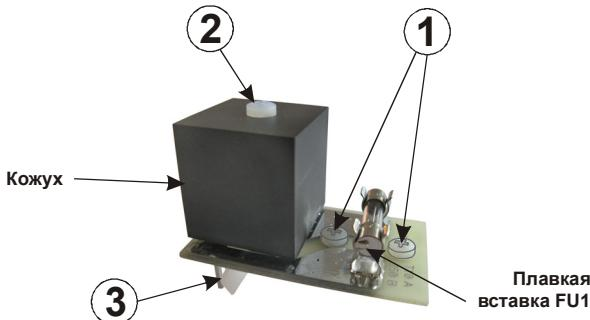

Рисунок 8 – Плата выходных варисторов
- выкрутить крепежные винты 1 (рисунок 8) платы выходных вариосторов, извлечь плату из корпуса стабилизатора, предварительно отсоединив от нее разъем 3;
- выкрутить крепежный винт 2 (рисунок 8) кожуха, закрывающего варисторы, снять кожух, произвести внешний осмотр варисторов;